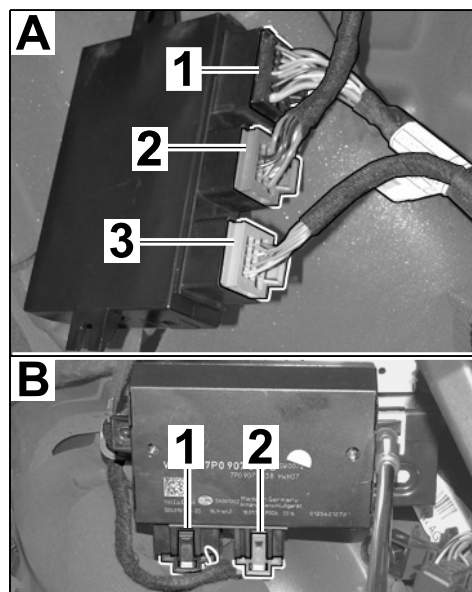

Рис. 17
- 3.2 Соединить разъемы к блоку управления тягово-сцепного устройства ($\Rightarrow$ Рис. 17).